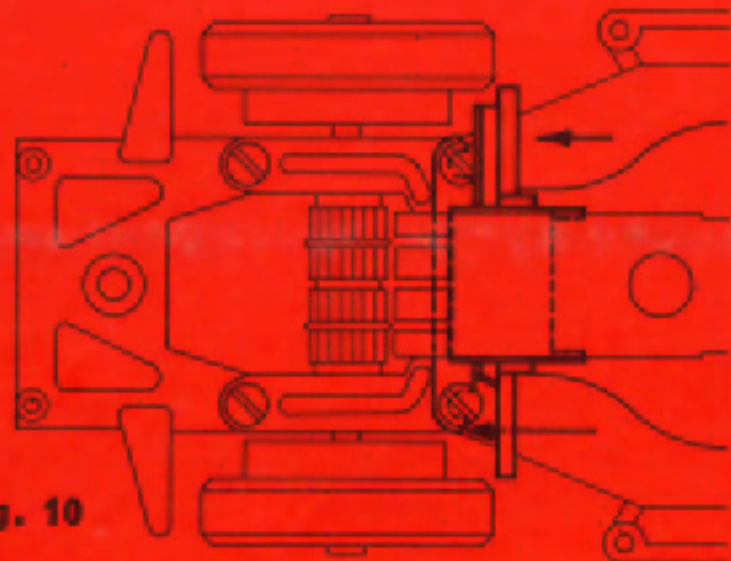

fig. 10
- Après avoir enlevé la carrosserie, desserrez légèrement les 2 vis de fixation du support de patin en relevant le patin lui-même, pour faciliter l'accès des têtes de vis. (Fig. 10)